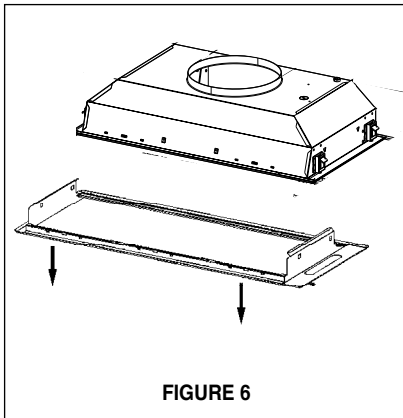
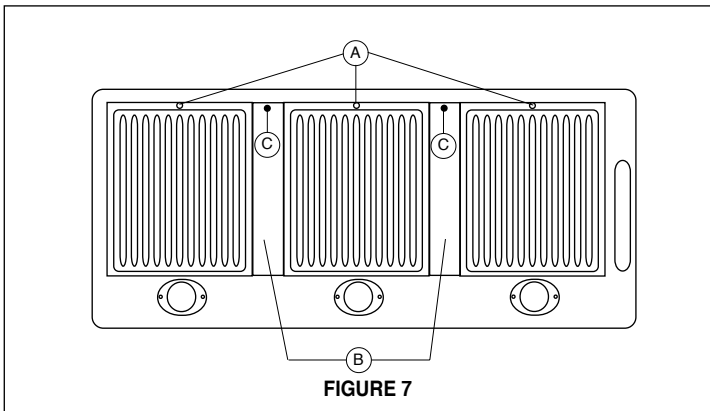

FIGURE 6
FIGURE 7
2. Retirer le bas de la hotte (**FIGURE 6**). Retirer les filtres pour la graisse de l'appareil et mettre de côté. Lors de l'installation des filtres, tirer/faire tourner le bouton avec une main, et tenir le filtre avec l'autre main **pour qu'il ne tombe pas sur la table de cuisson**. Tirer le bouton (**A de la FIGURE 7**) vers l'avant de la hotte en le tournant vers la gauche (sens antihoraire) pour débloquer le levier de verrouillage.
3. Retirer le séparateur de les filtres pour la graisse (**B de la FIGURE 7**). Retirer le couvercle plastique pour les vis (**C de la FIGURE 7**); retirer le vis.